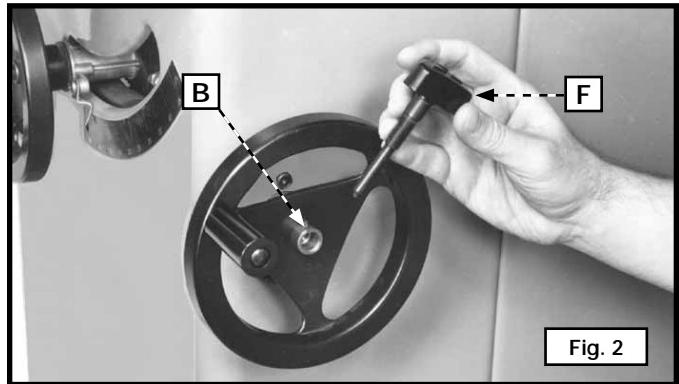

Fig. 2
4. Visser la poignée de verrouillage (F) fig. 2 sur l'extrémité filetée de la tige (B). Serrer la poignée de verrouillage à la main.